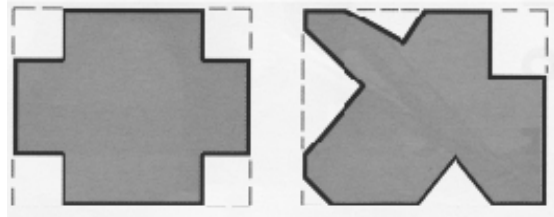

Рисунок 6.
6.2. Описание методов работы на оборудовании (см. рис.6).